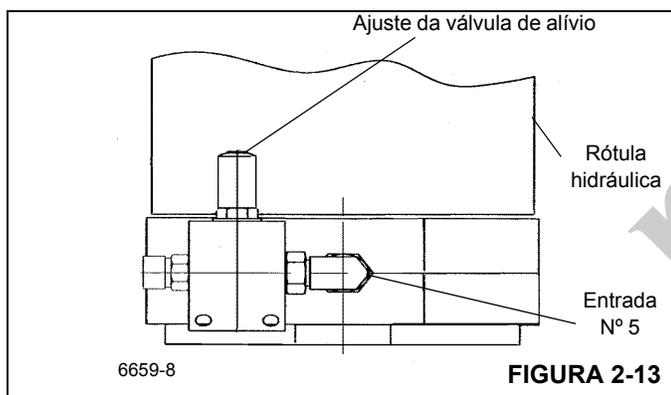

FIGURA 2-13
2. Opere o motor na rotação máxima e vire totalmente para a direita e segure. Verifique a pressão e ajuste a válvula de alívio Figura 2-13 para 2500 psi  $\pm$  50 (17,2 MPa  $\pm$  0,4).